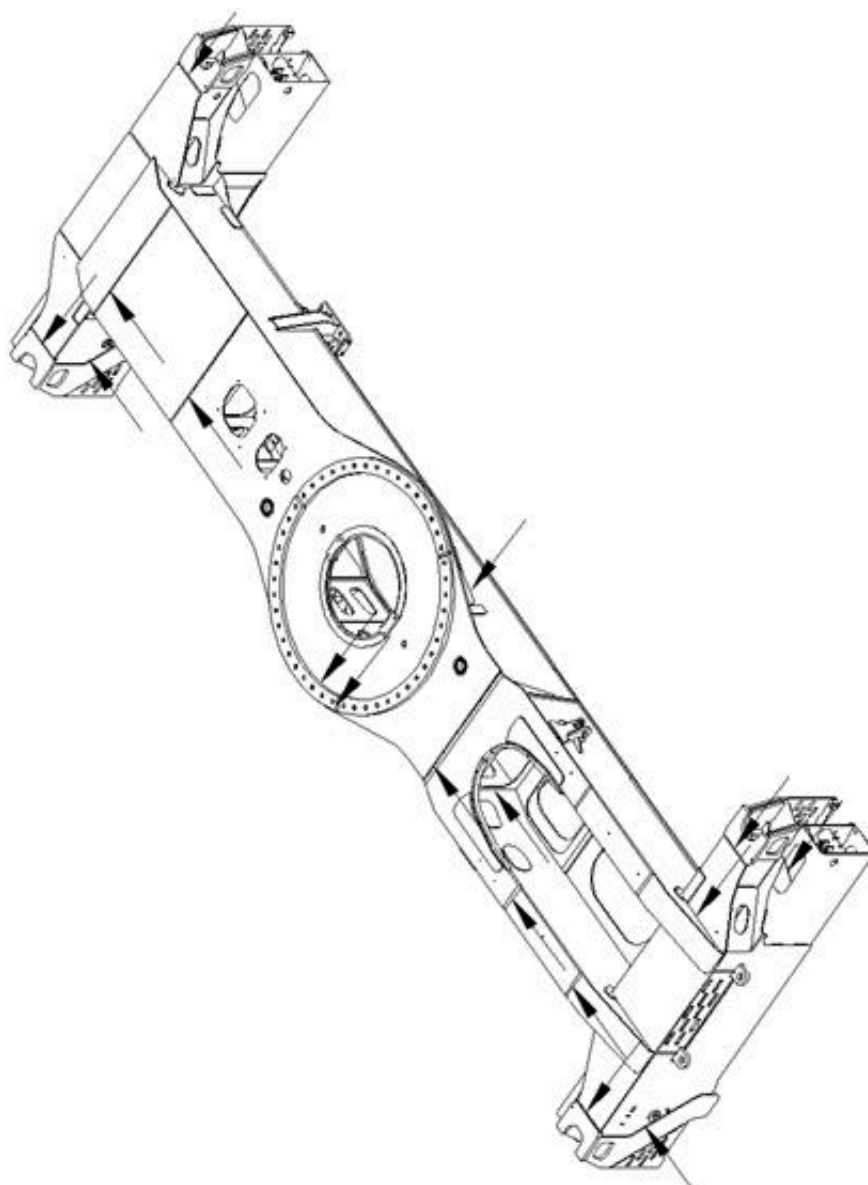

Рис. 6-1Пример рамы 1
1. Шаг перестановки шин см. Рис. 6-1;